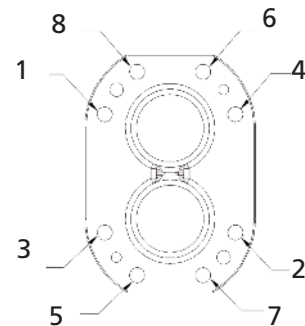

Figure 10. Bolt séquence de serrage
DÉMONTAGE (REF FIG.10 POUR LE NUMÉRO)
6. Faites glisser le couvercle sur la cheville de bois pin et de remplacer les vis. Autre vis de serrage de haut en bas et de droite à gauche (Cochez fig 10)